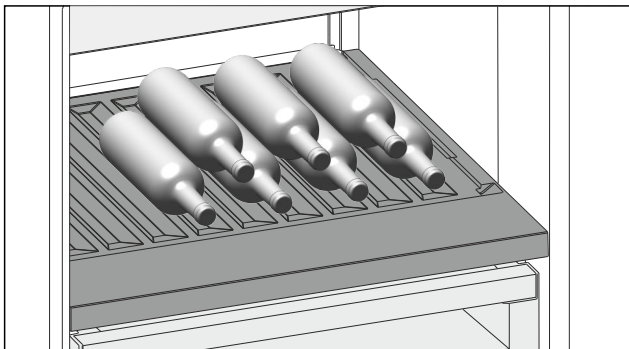

Fig. 85
- ▶ Бутылки укладывайте дном к задней стенке. (см. Fig. 85)